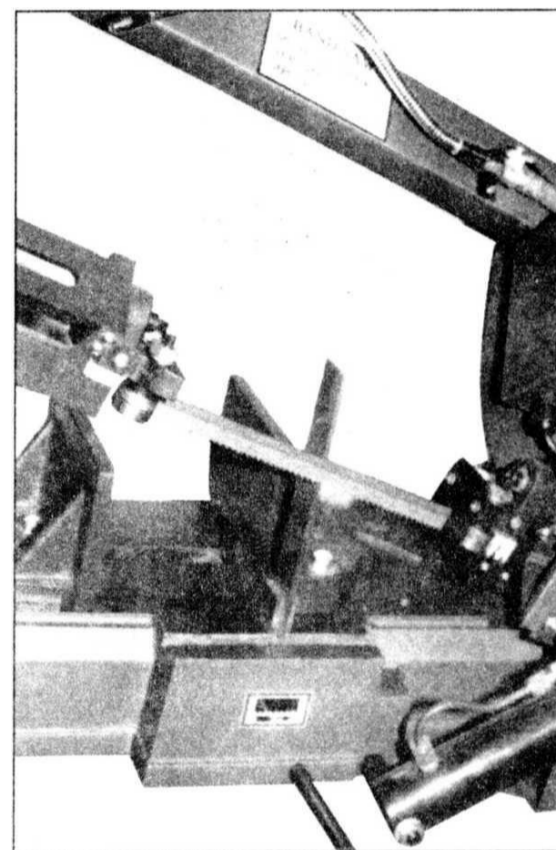

рис. 11
4. Если необходима регулировка, ослабьте болты (А, рис. 11) и слегка поворачивайте узлы направляющих ленточного полотна в одном направлении до тех пор, пока ленточное полотно не начнет соприкасаться с квадратным хвостовиком по всей ширине.